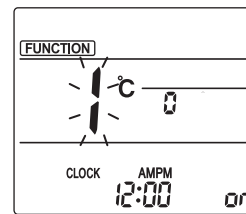

Fig. 1
① Переход в режим ручной настройки дефлектора. Нажмите кнопку [МЕНЮ]. (Начните эту операцию с выключенного дисплея дистанционного пульта управления.) Появится индикация "FUNCTION" (ФУНКЦИЯ), и будет мигать "1". (Fig. 1)